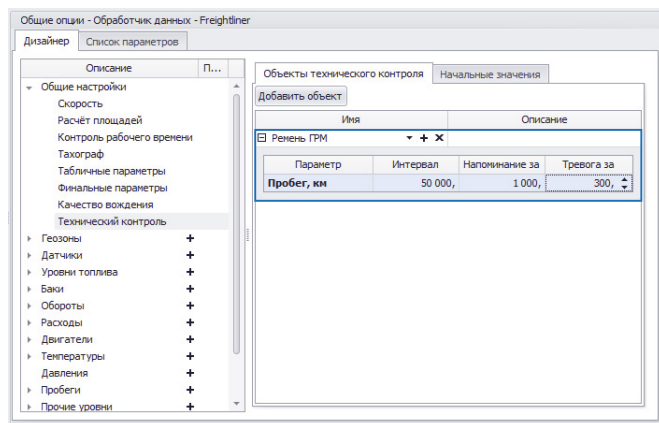

Рис.339. Настройка нового параметра для контроля тех. обслуживания объекта.
- далее необходимо выбрать параметр ТС, по которому будет осуществляться контроль прохождения технического обслуживания ремня ГРМ, затем интервал проверки и пороги тревоги и напоминания о ТО. Например, согласно настройкам, приведенным на **Рис.339**, замену ремня ГРМ необходимо проводить каждые 50 тыс. км пробега ТС. За 1000 км до истечения данного порога модуль «Технический контроль» создаст напоминание о предстоящем ТО транспортного средства, а за 300 км – сигнал тревоги.